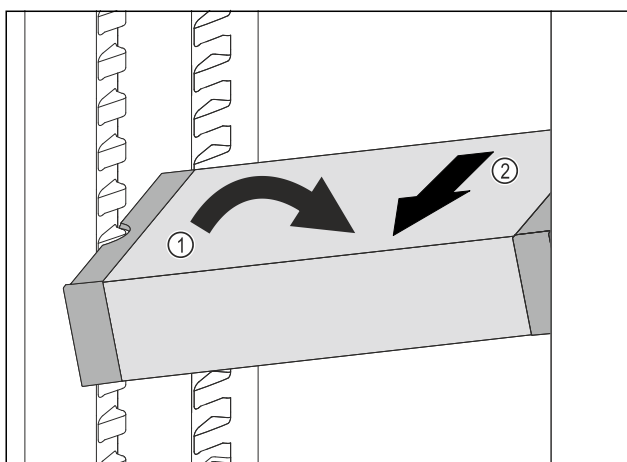

Fig. 91
- VarioSafe im Kühlteil schräg stellen. Fig. 91 (1)
- VarioSafe nach vorne entnehmen. Fig. 91 (2)